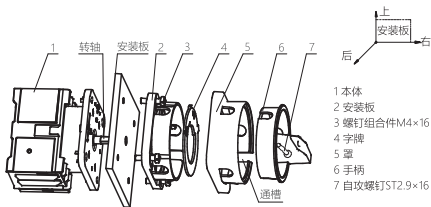

图13 NF1-32(40)/3.0.1.0、NF1-32(40)/3.2.1.0安装示意图
7.2.2 NF1-32(40)/3.0.1.0 、NF1-32(40)/3.2.1.0安装方法(见图13)